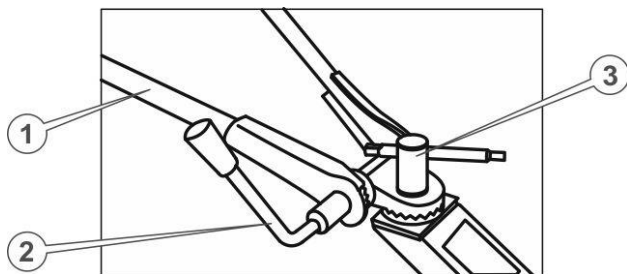

Рисунок 5. – Регулювання кута керма
8. Звільнити кермо від пакувальної плівки. встановити раму керма (1) на рульову стійку центрального вузла, потрапляючи зубцями в зубці (див. рисунок 5), зафіксувати положення керма за допомогою затиска осі регулювання повороту керма (3). Для регулювання по висоті необхідно вигвинтити затиск осі регулювання висоти керма (2) на пару обертів,